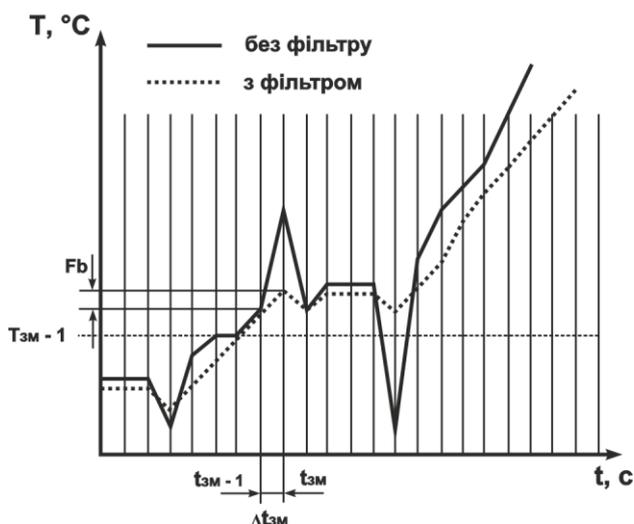

Рисунок 3
2.2.6.1 Смуга цифрового фільтру дозволяє захистити вимірювальний тракт від одиничних завад та задається у градусах Цельсія (°C). Якщо виміряне значення «Тизм» відрізняється від попереднього «Тизм-1» на величину, більшу за значення параметра F_{fb} , тоді виріб надає йому значення, що дорівнює («Тизм» + F_{fb}) (рис. 3). Таким чином характеристика згладжується.